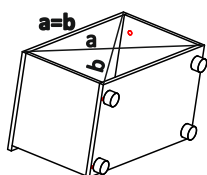

рис. 1
1. В боковину левую (1) и боковину правую (2) вернуть штоки эксцентрика односторонние
2. Прикрутить к боковине левой дно (4) евровинтами
3. Присоединить к получившейся конструкции вязку (5), зафиксировав стяжкой эксцентриковой
5. Установить крышку (3) зафиксировав стяжками эксцентриковыми
6. Прибить задние стенки (7) и (8) гвоздями 2х20, предварительно выравнив диагональ (рис. 1). В месте стыка задних стенок использовать скрепу мебельную